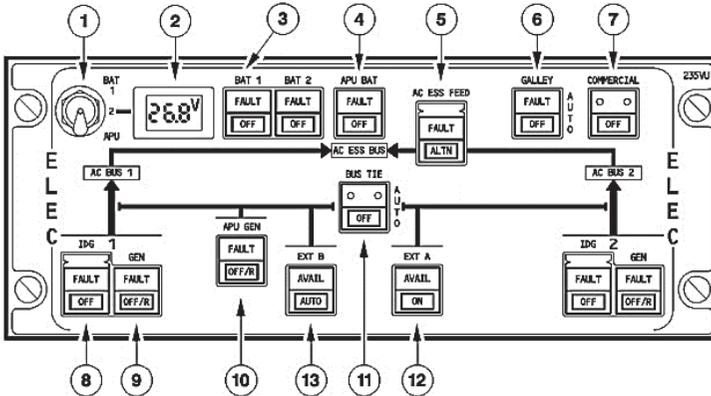

Рис. 1.5. Панель управления ELEC Control Panel (235VU).
1.3.1. Основные органы управления (рис.1.5.) размещены на панели ELEC Control Panel (235VU), которая располагается на верхней панели (overhead) в кабине (cockpit) экипажа. В данной работе мы будем использовать только лишь некоторые.